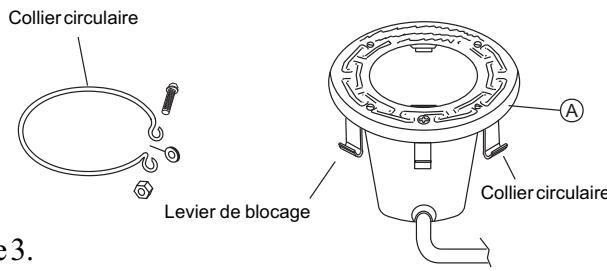

Figure 3.
(1) La lampe reposant sur son socle, placez l'ensemble d'étanchéité sur le dessus du boîtier de la lampe, conformément à l'étape 7. LE JOINT DE LENTILLE DOIT ETRE CHANGE CHAQUE FOIS QUE LA LAMPE EST REINSTALLEE. Centrez la couronne en acier inoxydable et placez-la par-dessus l'ensemble lentille et joint d'étanchéité. Les leviers de verrouillage doivent tous pendre librement pour pouvoir être installés sur la lentille et son joint. Avant d'installer le collier de serrage Unitension, vérifiez que l'écartement aux extrémités du collier soit d'un pouce environ. (Pour cela, tirez sur les extrémités du collier de serrage Unitension.)
(2) Les extrémités courbées du collier Unitension circulaire étant dirigées vers le bas, ouvrez le collier et placez-le dans le logement en « U » des leviers de verrouillage. Vérifiez que les extrémités courbées du collier soient situées entre les deux leviers de verrouillage illustrés à la figure 3, emplacement A. Vérifiez que le collier soit bien engagé avec tous les leviers.